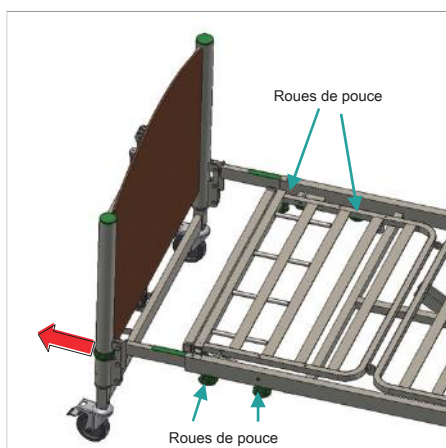

Figure 15: Extension du cadre de lit
- Tout en maintenant l'extrémité du pied près des colliers de verrouillage, tirez l'extension du lit jusqu'à ce qu'elle atteigne les butées (Figure 15).